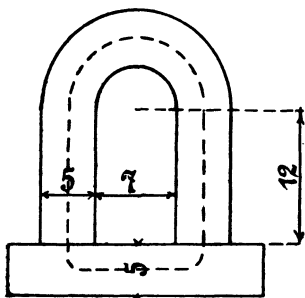

Fig. 53.
169. Ein Elektromagnet aus Schmiedeeisen besitzt die in Fig. 53 eingezeichneten Dimensionen. Wie groß ist seine Tragkraft, wenn durch die 400 [600] (1000) Windungen ein Strom von 12,5 [10] (5) A fließt: